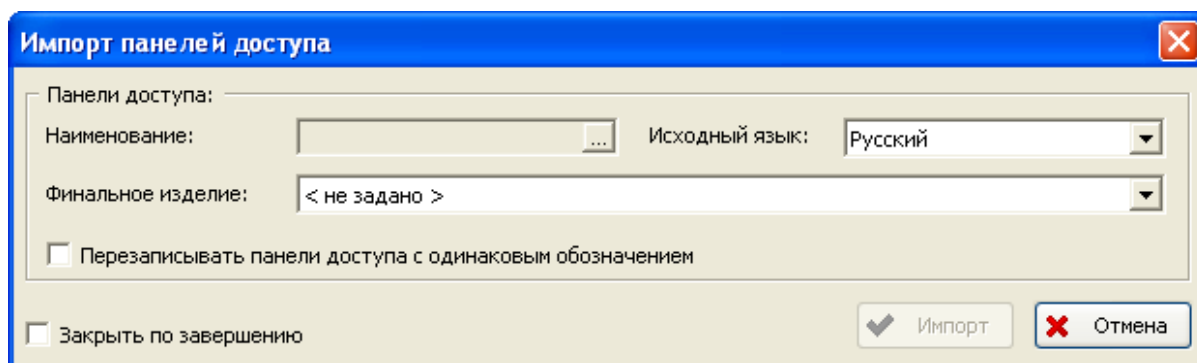

Рис. 4-108
2. В появившемся окне **Импорт панелей доступа** укажите параметры импорта (рис. 4-108).